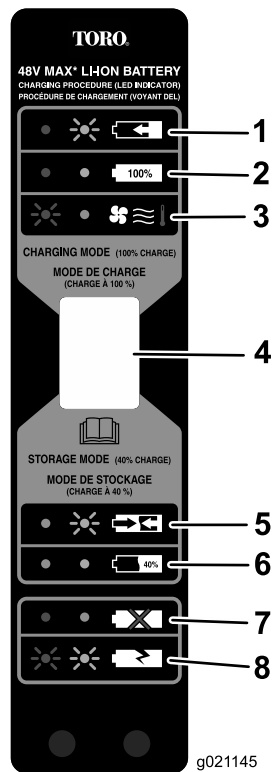

**Figura 13**
2. Ponga la batería boca abajo y alinee el terminal de la batería con la ranura del cargador (Figura 12 y Figura 13).